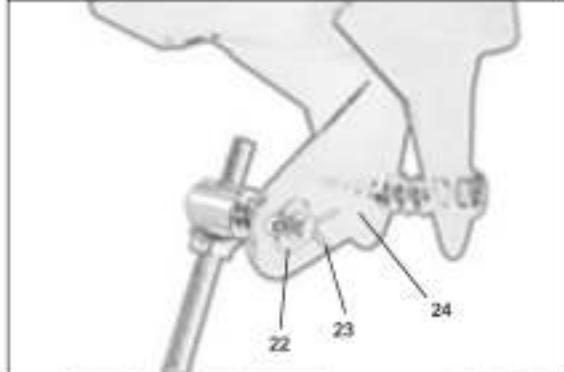

Рис.9.2
•Смонтируйте соединительную тягу выбора передач (20), пружину (21), шайбу (22) и закрепите шплинтом (23) на кронштейне (24) выбора передачи в верхней части снегоуборщика под панелью оператора(рис.9.2).